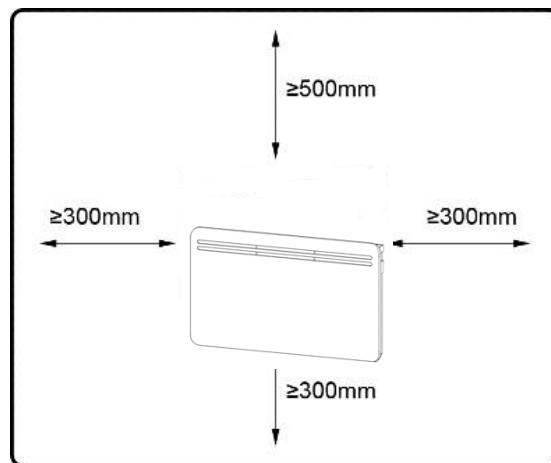

Fig. 1
1/ Déterminez l'emplacement adéquat (Fig. 1)
- Respectez les distances minimums entre l'appareil et les murs, le sol, les meubles, les rideaux, etc. (comme demandé dans la Fig. 1).
1. Assurez-vous de garder au moins 30 cm de distance entre le radiateur et le sol, le mur, etc. (Fig. 1).